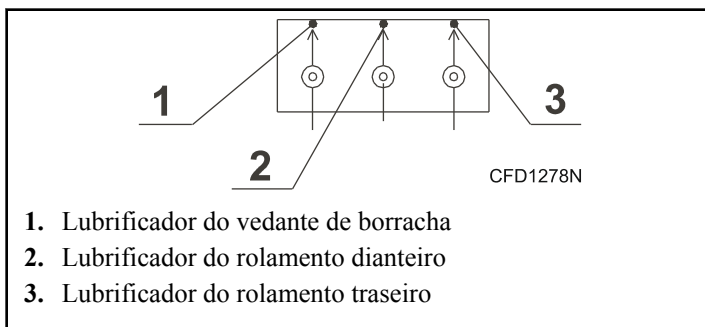

Figura 60
- Nos modelos 33 kg/75 lb./335 l, 40 kg/90 lb./400 l e 55 kg/125 lb./520 l - Utilizando um lubrificante de lítio multiúso contendo uma consistência de alta pressão (NLGI ou ESSO - BEACON EP 2), lubrifique o vedante e os rolamentos com 2 camadas (2 cm³), enquanto o cesto está a rodar à velocidade de lavagem. Consulte *Figura 60*.